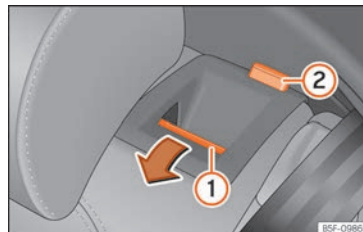

Abb. 118 Rücksitz: Rückenlehne vorklappen.
- Entriegelungstaste »» **Abb. 118** **1** nach vorn ziehen und gleichzeitig die Rückenlehne umklappen. Die Rücksitzlehne ist entriegelt, wenn die rote Markierung des Tasters **2** sichtbar ist.
Die Rücksitzlehne ist entriegelt, wenn die rote Markierung des Tasters » Abb. 118 ② sichtbar ist.